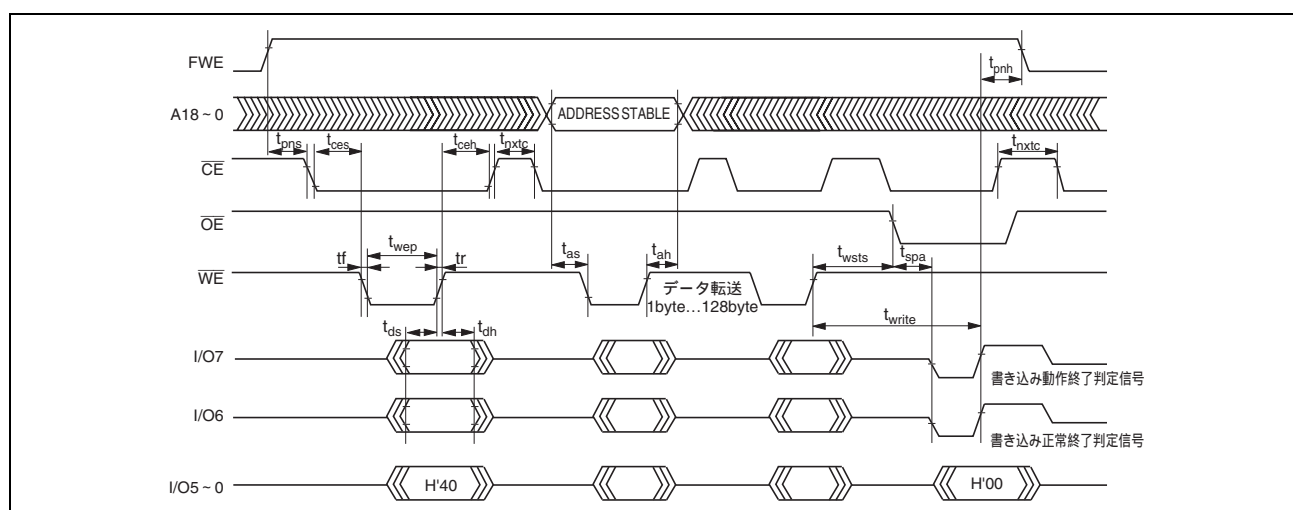

図 15.25 自動書き込みモードのタイミング波形
- (1) 自動書き込みモードでは、128バイト同時書き込みを行います。これは、バイトデータを128回連続で転送してください。
- (2) 128バイト以下の書き込みでも128バイトのデータ転送を行う必要があります。必要ないアドレスへのメモリ書き込みは、データをH'FFにして書き込みを行う必要があります。
- (3) 転送するアドレスの下位7ビットは、ロー状態にしてください。有効アドレス以外を入力した場合は、メモリ書き込み動作に移行しますが、書き込みエラーとなります。
- (4) メモリアドレスの転送は、第2サイクルで行います（図15.25）。第3サイクル以降では転送しないでください。
- (5) 書き込み動作中は、コマンド書き込みを行わないでください。
- (6) 書き込みは、各アドレスの128バイト単位のブロックに対して、1回の自動書き込みで行ってください。すでに書き込まれたアドレスブロックへの2回以上の追加書き込みは行えません。
- (7) 自動書き込み正常終了の確認には、I/O6を調べることにより行います。または、ステータス読み出しモードを使用しても確認することができます（I/O7番のステータスポーリングは、自動書き込み動作終了判定用端子です）。
- (8) ステータスポーリングのI/O6、I/O7端子情報は、次のコマンド書き込みまで保持されます。次のコマンド書き込みが行われていなければ、 \overline{CE} 、 \overline{OE} をイネーブルにすることにより読み出し可能となります。